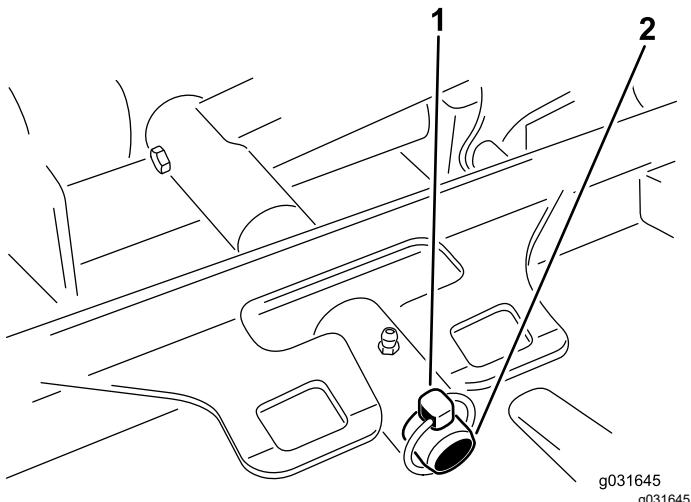

Figura 68
- Retire o pino de sujeição ou a porca de bloqueio que fixa estrutura de suporte da plataforma ao pino de articulação do braço de elevação (Figura 68).
- Deslize a estrutura de suporte da plataforma para o pino da articulação do braço de elevação e prenda-a com o pino de sujeição ou a porca de retenção (Figura 68).